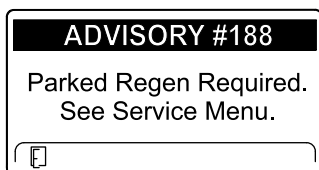

Figura 36
- Parked regeneration required (Es necesaria una regeneración con la máquina aparcada) ADVISORY #188 (Aviso n.º 188) (Figura 36)